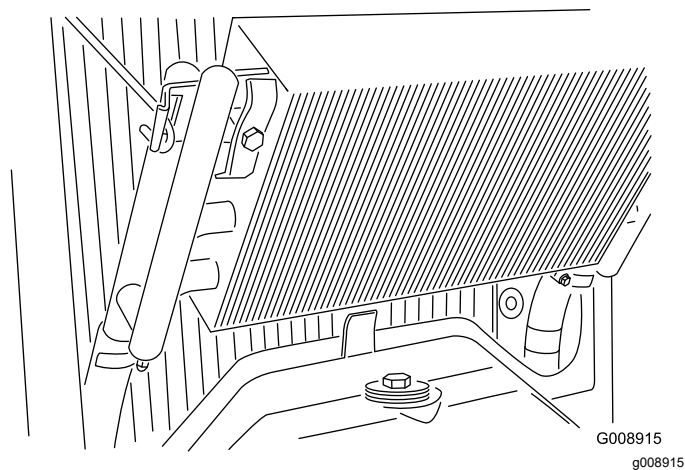

図 59
3. オイルクーラのラッチを外し、クーラーを後ろに傾ける 図 59。オイルクーラとラジエターの裏表を水または圧縮空気ですっきりと清掃する。オイルクーラを元に戻し、スクリーンを閉める。